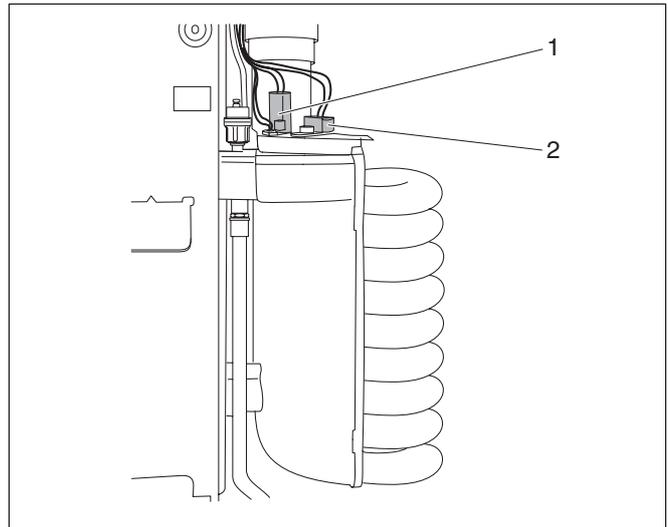

Fig. 38 Enlever l'électrode d'allumage et l'électrode d'ionisation
- Enlever l'électrode d'allumage (fig. 38, pos. 1) et l'électrode d'ionisation (fig. 38, pos. 2).